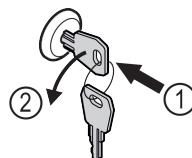

Fig. 159
- Ispauskite raktą. Fig. 159 (1)
- Pasukite raktą 90° prieš laikrodžio rodyklę. Fig. 159 (2)